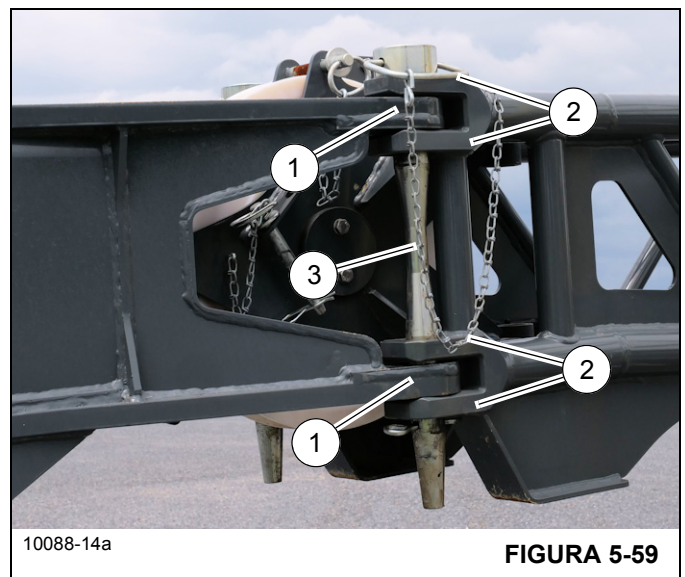

FIGURA 5-59
6. Eleve y/o baje la pluma ligeramente para ayudar a controlar la extensión de la pluma. Con el cable guía, gire la sección de extremo y enganche los accesorios de fijación de la sección de extremo (1, Figura 5-59) con los accesorios de anclaje de la sección de la base (2).
7. Retire el pasador (3, Figura 5-59) de su soporte en la extensión de la pluma e introdúzcalo en los accesorios del lado izquierdo (1, 2). Asegure los pasadores con la pinza de retención.